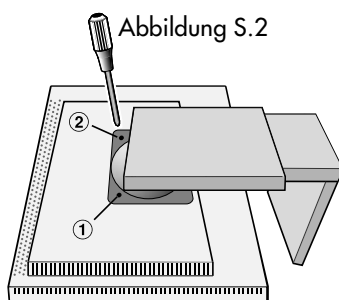
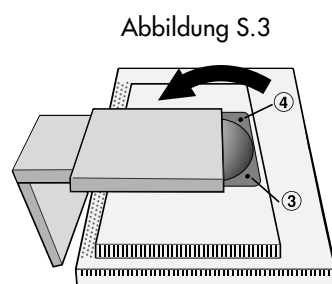

Abbildung S.2
Abbildung S.3
4. Entfernen Sie die beiden oberen Schrauben, mit denen der Fuß am Monitor befestigt ist (**Abbildung S.2**). Drehen Sie den Fuß um 180° gegen den Uhrzeigersinn (es klickt zweimal). Entfernen Sie die beiden unteren Schrauben (**Abbildung S.3**), und heben Sie den Fuß ab. Der Monitor kann jetzt auf andere Art montiert werden.